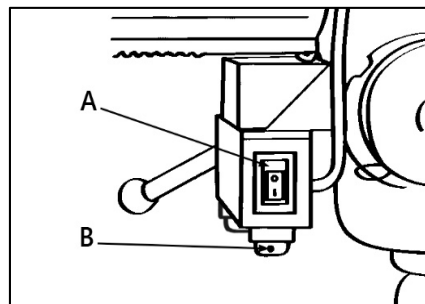

Рисунок 18.
Лазер расположен на задней части корпуса сверлильной головки. Для включения/выключения лазерного указателя, воспользуйтесь выключателем (A) (рис. 18).